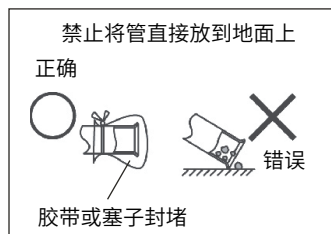

图19
- 在铜管端部设封帽或用乙烯带扎紧，不要直接放在地上。(图19)